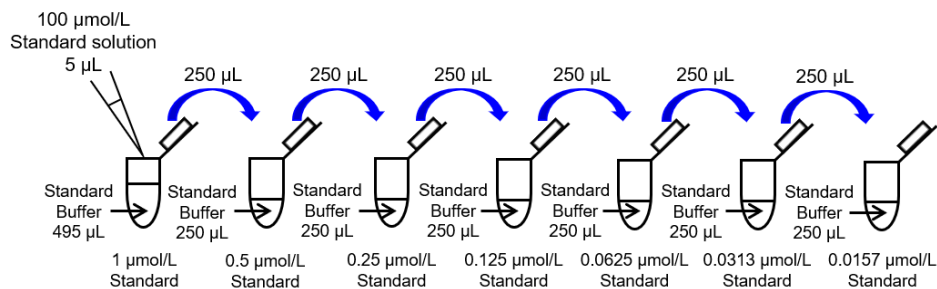

図 4 Standard solution の調製方法
- (1) 10 mmol/L Standard stock solution 2 μL を超純水 198 μL で希釈し、100 μmol/L Standard solution を調製する。
- (2) 操作 (1) で調製した 100 μmol/L Standard solution 5 μL をさらに Standard Buffer 495 μL で希釈し、1 μmol/L Standard solution を調製する。さらに順次 2 倍希釈していき、標準液 (1, 0.5, 0.25, 0.125, 0.0625, 0.0313, 0.0157, 0 μmol/L) とする (図 4 参照)。